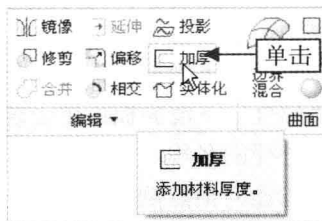

图 10-80 单击“加厚”按钮
Step 02 在“功能区”选项板的“模型”选项卡中,单击“编辑”面板中的“加厚”按钮,如图 10-80 所示。